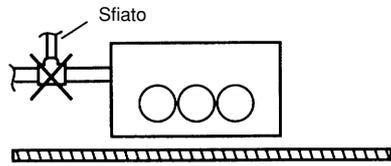

Fig. 3-39
- Non installare tubi di sfiato che possano dare origine a perdite d'acqua (Fig. 3-39).